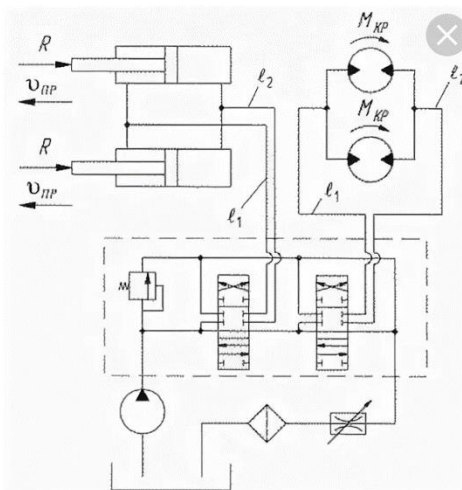

Рисунок 1 – Гидравлическая схема
1) по представленной собранной гидравлической схеме с открытым контуром на стенде Festo, вычертить принципиальную гидравлическую схему; (рисунок 1)